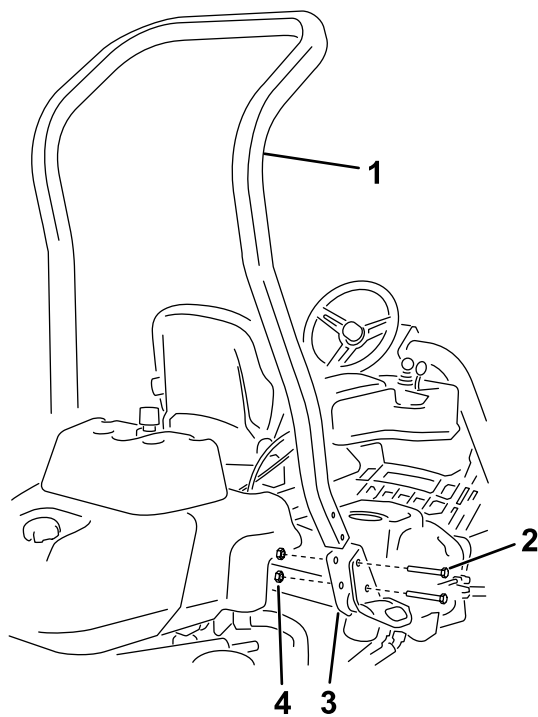

図 3
3. ROPS ブラケットに ROPS バーを取り付けるボルト 1/2" x 3 3/4" 4本、フランジナット 1/2" 4 個を使って 図 3 のように取り付ける。